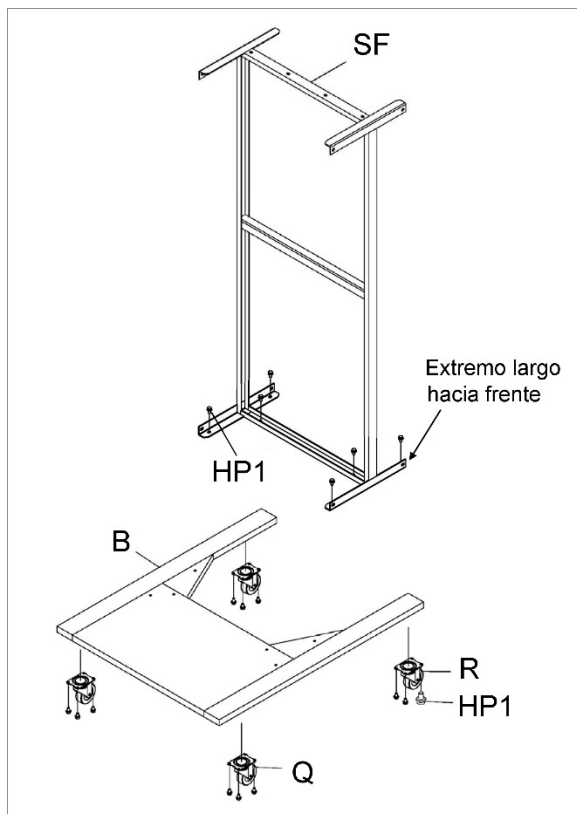

Figura 4
1. Instale ruedas orientables fijas (Q, Figura 4) y ruedas orientables giratorias (R) en los agujeros roscados en la base (B), con pernos de resalto hexagonales (HP1). Observe que las ruedas orientables fijas están montadas debajo del lado de la plataforma de la base, según se muestra.
2. Sujete el bastidor de soporte (SF) a la base (B) con pernos de resalto hexagonales (HP1). Asegúrese de que el bastidor de soporte esté orientado correctamente - el extremo largo de la abrazadera inferior estará orientado hacia el frente o hacia el lado del tambor.